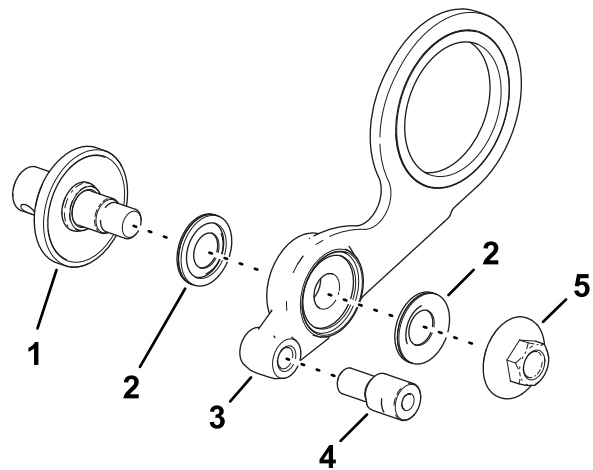
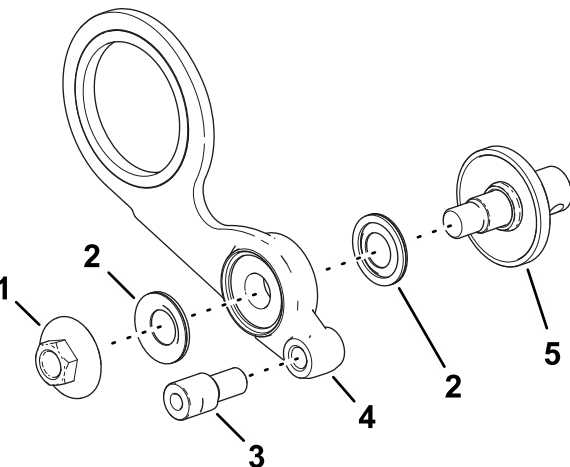

Рисунок 15
Рисунок 16
1. Установите узел укороченного вала, 2 защитные шайбы подшипника и фланцевую гайку на натяжной ролик в сборе, как показано на Рисунок 15.
2. Заверните втулку регулятора в резьбовое отверстие в узле натяжного ролика (Рисунок 15 или Рисунок 16).